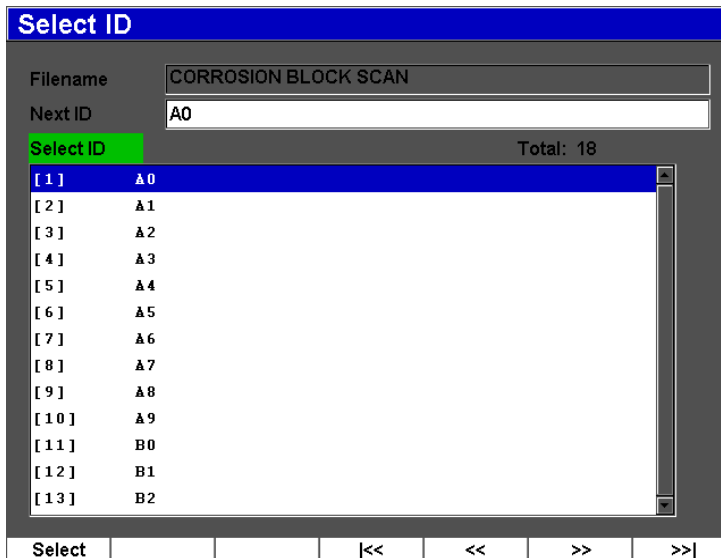

図 11-11 “選択 ID : Select ID” メニュー
- 現在開いているファイル内のすべての使用可能な ID の一覧から選択するには、“ファイル : File”>“選択 ID : Select ID”を選択します（222 ページ図 11-11 参照）。